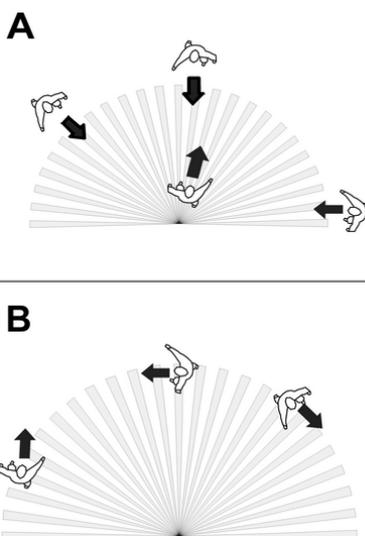

Bild 6: Erfassungsbereich abhängig von der Bewegungsrichtung
- i** Bewegungsrichtung beachten: Unterschieden wird zwischen Draufzugehen A und Quergehen B (Bild 6). Bewegungen quer zum Bewegungsmelder können besser erfasst werden als Bewegungen auf den Bewegungsmelder zu.